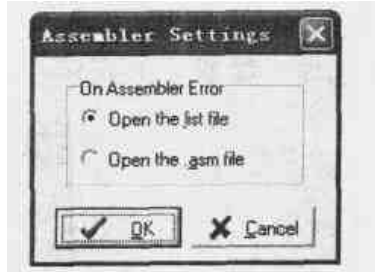

图 7.12 汇编出错设置
- Assembler: 汇编出错设定, 如图 7.12 所示。